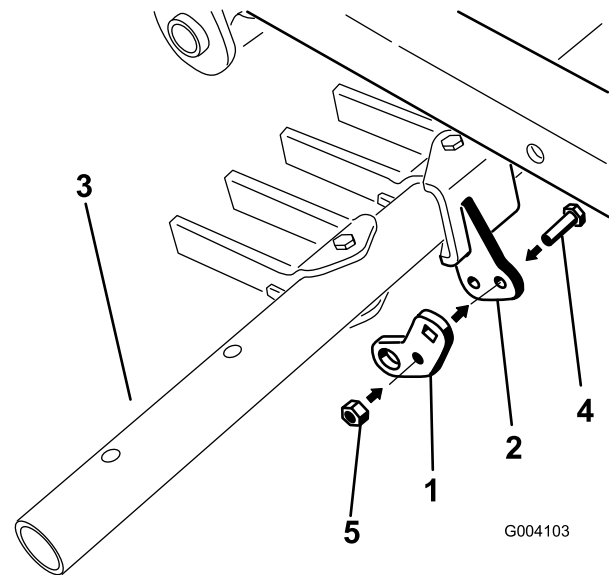

図 14
- ピボットタブのセンターホールを、ピボットブラケットに取り付ける；ボルト(5/16 x 1 インチ) 1本とロックナット(5/16 インチ) 1個を使用する(図 14)。